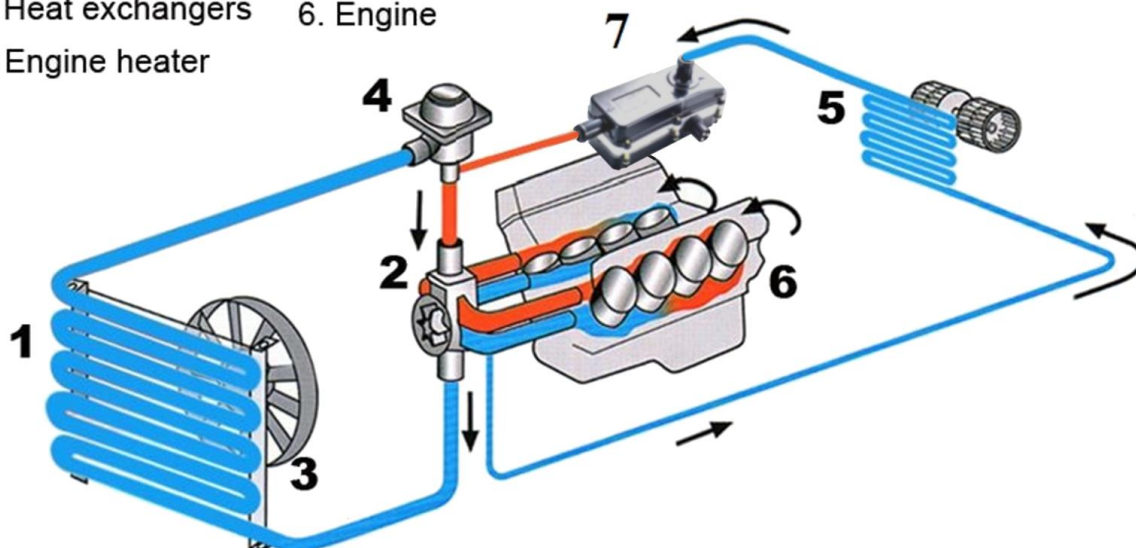

Bild 3. Värmarens placering relativt motor och kylsystem
1. Se till att en lämplig monteringspunkt för värmaren finns i fordonets motorrum. Det bör finnas tillräckligt med utrymme och motorns kylvätskeslang skall passa lätt in i värmaren. Det är viktigt att vattnet som värms upp av värmaren förflyttas till motorn så snabbt som möjligt och att det kylda vattnet återflyttas till värmaren via en kylare och / eller värmeväxlare. (Se bild 3.)